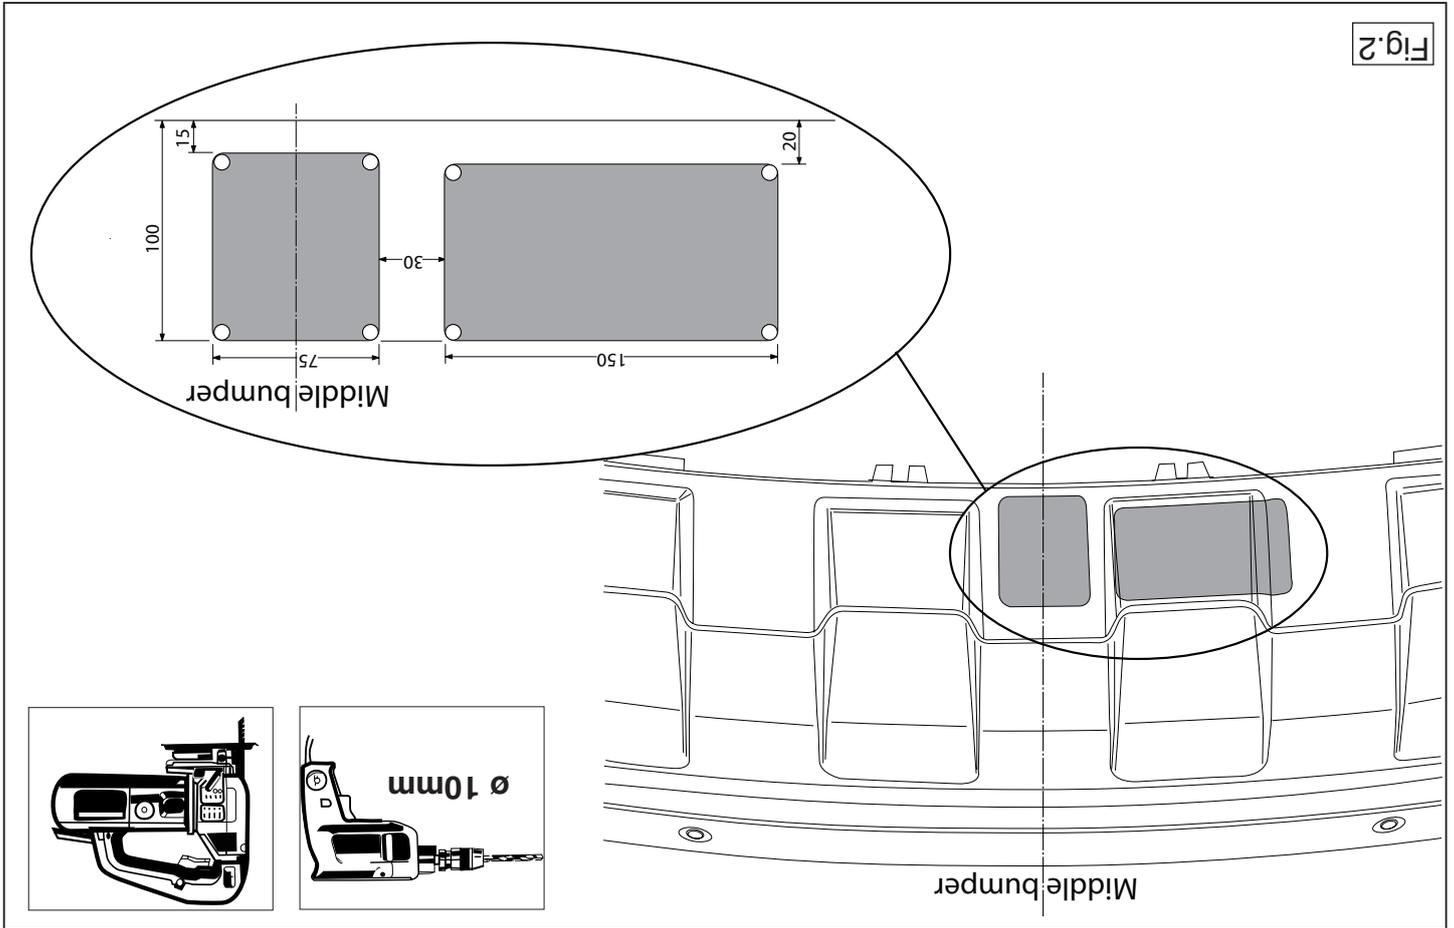

Fig.2
5. Auf der Unterseite der Stoßstange einen Teil aus der Mitte gemäß Abbildung 2 heraus schneiden.
5. Scier au centre de la partie inférieure du pare-chocs une partie correspondant à la figure 2.
5. Sav en del ud at kofangeren midt på undersiden jf. fig. 2.